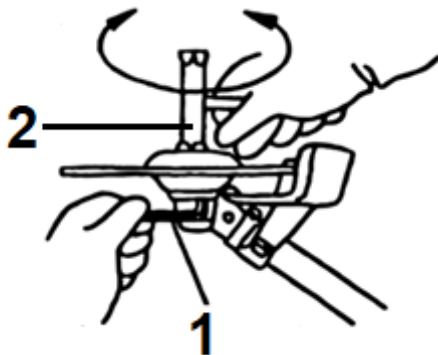

Рисунок 4. Схема встановлення дискового різального ножа.
- Зафіксувати шпindel від провертання, встановити різальний ніж із комплектом шайб та зафіксувати гайкою згідно з рис. 4. Гайка та пружинна шайба, які утримують ніж, є витратним матеріалом. Якщо вони зношені або пошкоджені – замінити.